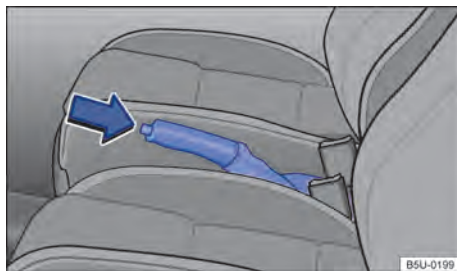

Fig. 90 Entre os bancos dianteiros: alavanca do freio de estacionamento.
- Puxar a alavanca do freio de estacionamento para cima com o botão bloqueador pressionado → Fig. 90 (seta).
- O freio de estacionamento está puxado quando, com a ignição ligada, a luz de controle (D) no instrumento combinado está acesa → Página 105.
- Puxar a alavanca do freio de estacionamento um pouco para cima e pressionar o botão bloqueador → Fig. 90 (seta).